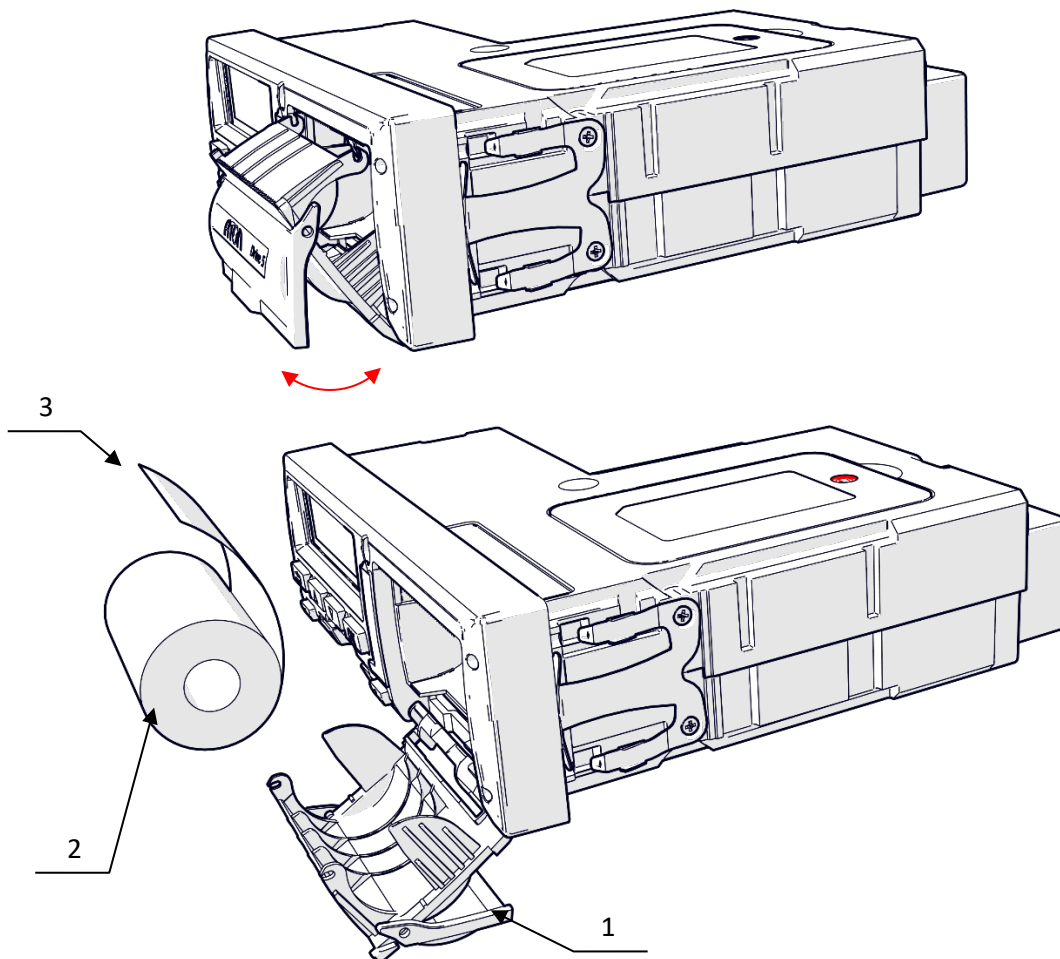

Рисунок 6. Установка бумаги
1. Открыть крышку отсека термопечатающего механизма (см. Рисунок 6), потянув за специальную ручку на крышке.